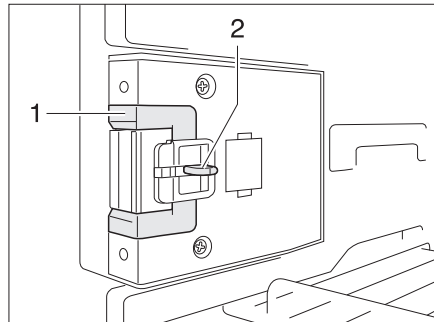
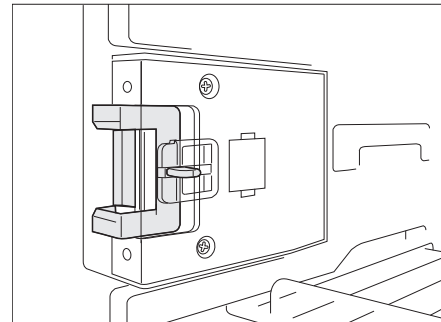

Bild 232 Verschlusseinrichtung in Normalstellung
Bild 233 Verschlusseinrichtung in Lüftungsstellung
- Die Entriegelung (Bild 232,2) eindrücken.
- Die Verschlusseinrichtung (Bild 232,1) nach vorn schieben (Bild 233).